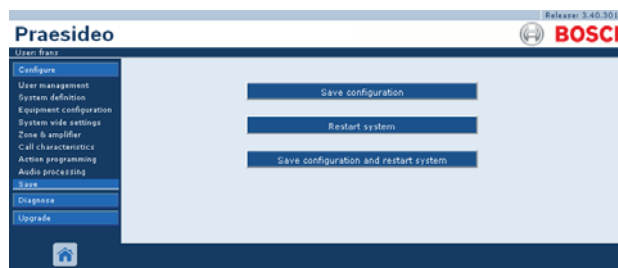

рисунок 41.5: : Окно "Save"
- Если ошибки не будут обнаружены, а конфигурирование выполняется в оперативном режиме, отобразятся три кнопки: *Save the configuration* для сохранения конфигурации, *Restart the system* для перезапуска системы, *Save the configuration and restart the system* для сохранения конфигурации и перезапуска системы. См. рисунок 41.5. После того, как файл конфигурации будет сохранен в контроллере сети, конфигурация не будет активирована, пока контроллер сети не будет перезапущен. Если новую конфигурацию необходимо сохранить и активировать, нажмите кнопку *Save configuration and restart the system*.